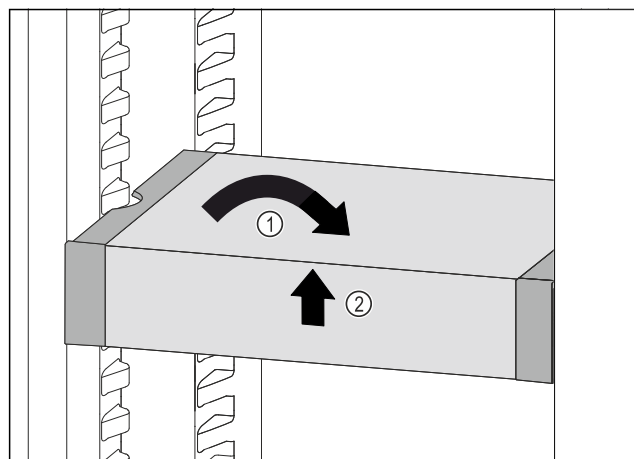

Fig. 90
- Collocare VarioSafe in maniera dritta. Fig. 90 (1)
- Sollevare VarioSafe dal lato anteriore. Fig. 90 (2)